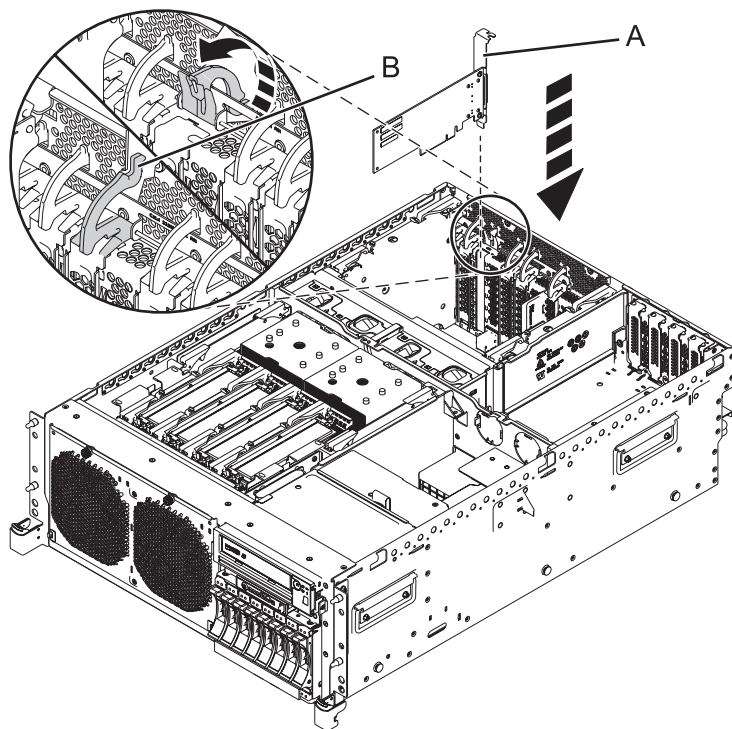

Figure 12. Remplacement d'une carte PCI dans une unité centrale montée en armoire
16. Tirez le taquet de verrouillage de l'adaptateur (B) dans sa position de départ, comme indiqué dans la figure 12 et la figure 13, à la page 18.